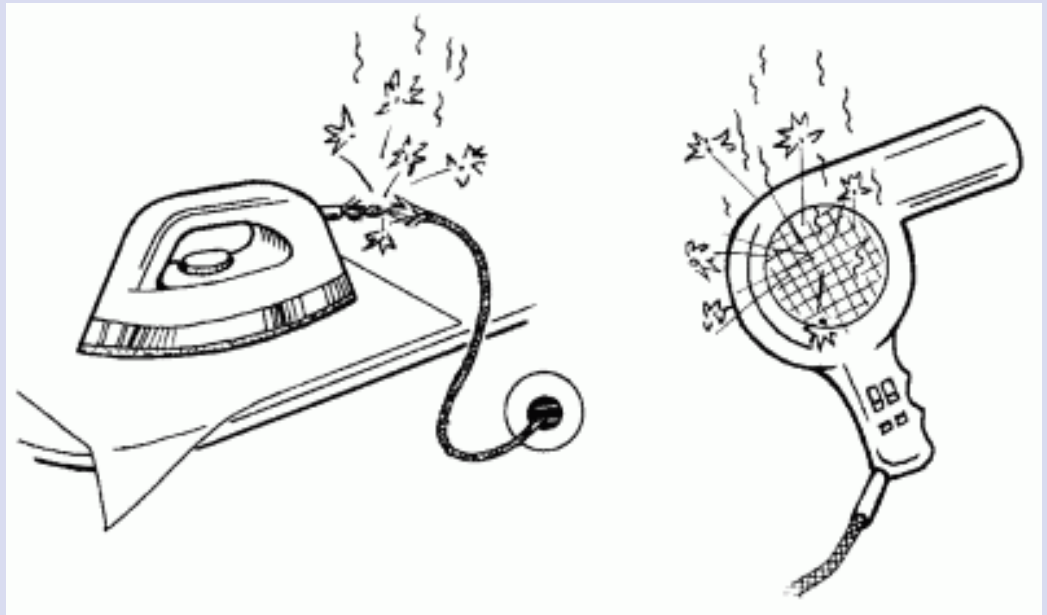

Рис. 80. Такими приборами пользоваться запрещено.
6. Запрещается пользоваться приборами, у которых нарушена изоляция шнуров; нельзя использовать также приборы, при включении которых в корпусе видно искрение (рис. 80).